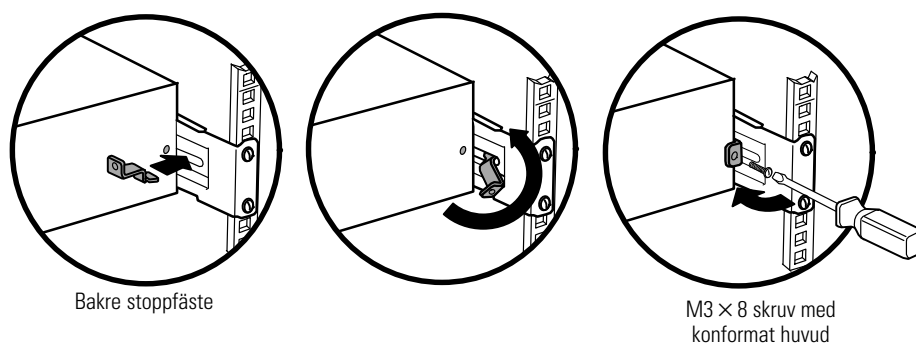

**Bild 7. Fäst skåpets framsida**
- 12.** Fäst UPS-enhetens framsida vid racket med användning av två M6 × 16 skruvar med konformade huvuden och två M6 korgmuttrar på varje sida (se Bild 7). Montera den nedre skruven på varje sida genom det nedre hålet i monteringsfästet och skenans nedre hål.